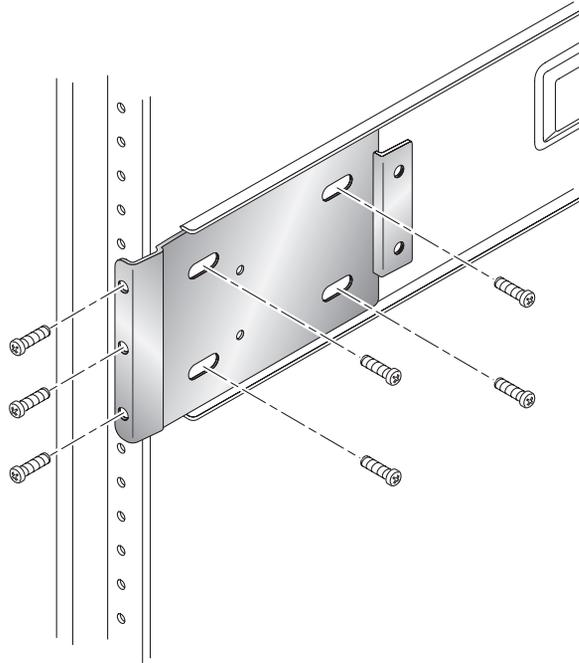

FIGURE 6 Montage du support arrière d'extension sur le rail latéral
- c. Desserrez les quatre vis d'extension qui maintiennent le support de fixation sur le rail latéral (FIGURE 6).
- 3. Alignez les trois orifices arrière du rail latéral avec les orifices des trois unités de rack (RU) du rail de montage arrière de l'armoire (FIGURE 6).**